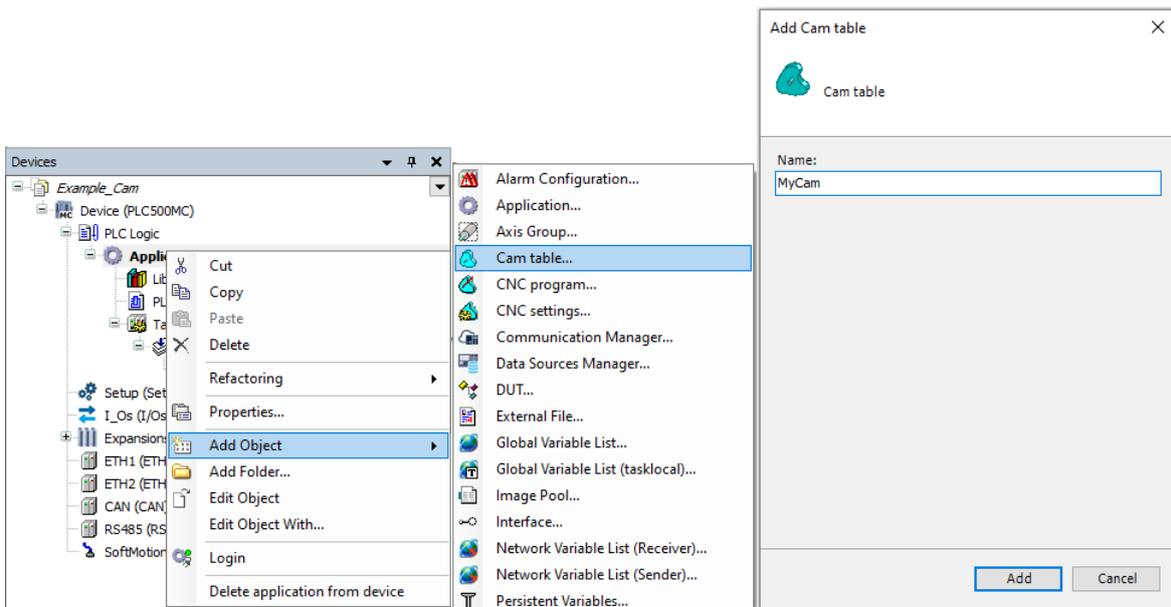

Figura 5.13: Crear tabla leva CAM.
- En la caja de diálogo abierta, defina el nombre como es presentado en la Figura 5.13.